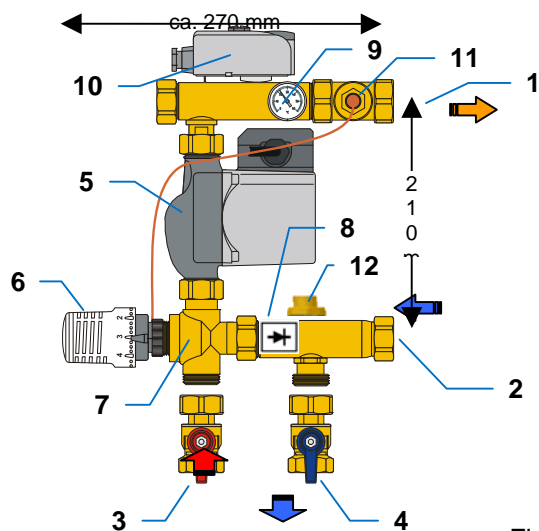

Fig.2
Le mélangeur (7) de la station TempCo Fix ou TempCo Fix Eco (Fig. 2) est conçu comme un régulateur proportionnel et est dirigé dans la conduite d'alimentation de l'élément de chauffage via une tête thermostatique (6) avec tube capillaire et sonde thermique. Des divergences de la valeur de réglage provoquent un changement immédiat du prélèvement de la valve de sorte que la quantité d'eau chaude en provenance de la chaudière (3) se modifie également. La quantité d'eau injectée se mélange avec l'eau de retour (2) du dispositif de chauffage et conserve ainsi une température d'alimentation (1) constante dans une zone de température restreinte. La température d'alimentation du dispositif de chauffage peut être lue à tout moment directement sur le thermomètre (9).
Lors de l'installation, il faut être attentif à ce que le câble de la pompe et du limiteur de température de sécurité et du tube capillaire de la sonde ne soit pas endommagé ou rompu. En outre, il ne peut pas y avoir de charge de traction sur les câbles. Soyez attentifs au raccordement correct des câbles d'alimentation et de retour (Fig. 2 et 3.1 - 3.2).